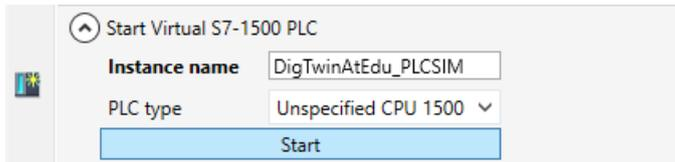

图 10: 虚拟 PLC 的组态
- 通过单击“**Start Virtual S7-1500 PLC**”箭头，打开用于组态虚拟 PLC 的子菜单。如图 10 所示，分配实例名称“**DigTwinAtEdu\_PLCSIM**”，然后选择“**Unspecified CPU 1500**”作为 PLC 模型。**请务必准确使用此实例名称，否则机电一体化模型的信号将无法连接到虚拟 PLC 中。**进行所有必要的设置，然后您可以通过单击“启动”(**Start**) 按钮来启动虚拟 PLC。(→ Start Virtual S7-1500 PLC → 实例名称 (Instance name): DigTwinAtEdu\_PLCSIM → PLC 类型: 未指定 CPU 1500 → 启动)